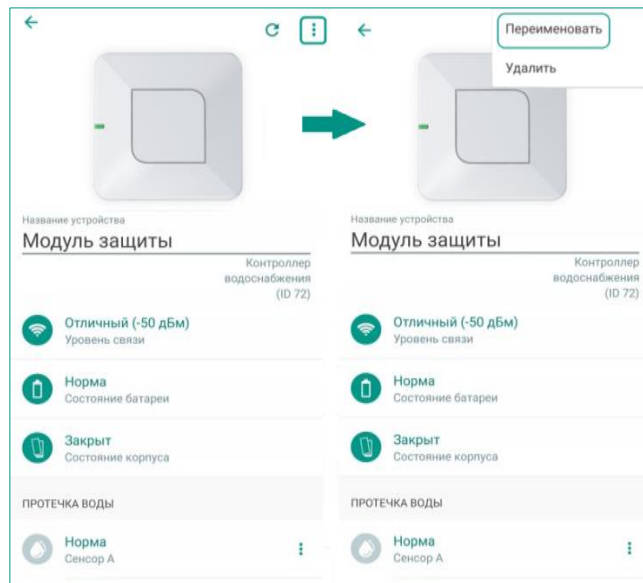

Рисунок 12.6 – Вызов меню на экране настройки модуля
- 3) В меню выберите пункт *Переименовать* (см. рисунок 12.6).